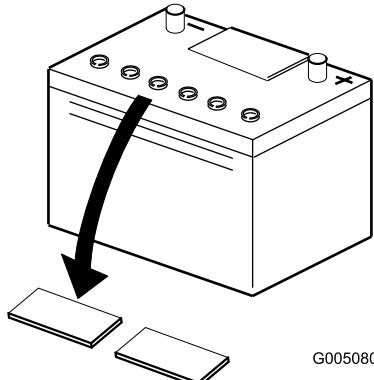

Figura 6
- Limpie la parte superior de la batería y retire los tapones de ventilación (Figura 6).